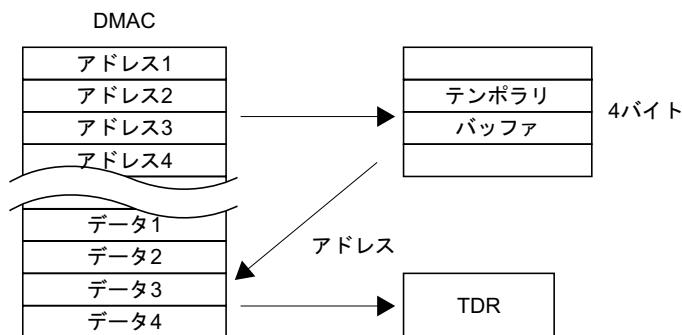

図 2.39 DMAC を用いたデータ転送（転送元間接アドレス）
- (4) RAMからTDRへのデータ転送は、図2.39に示すようにDMACの間接アドレスモードを使用し、以下のように行います。
- (5) DMACの転送条件は表2.11、表2.12に示す通りです。